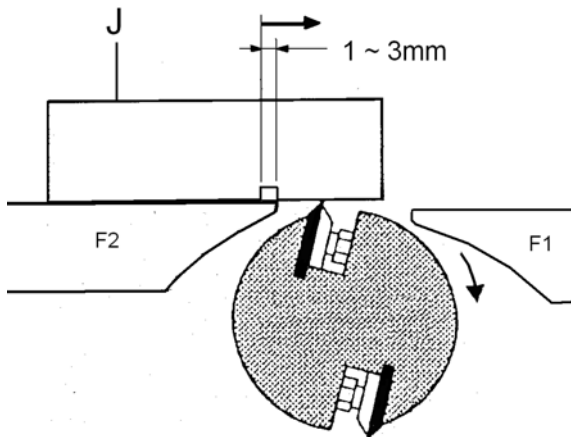

Fig 20
Pour ajuster des lames poser le module de réglage (S) sur la table de sortie (F2, Fig 20).